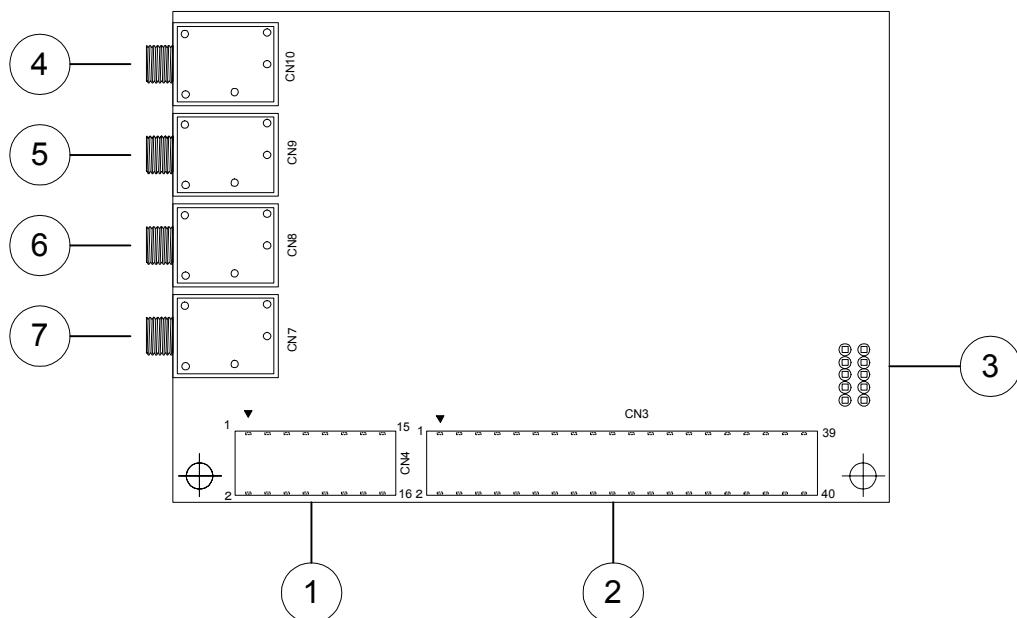

図 4.1 カメラボード・インターフェースコネクタ配置図
カメラボードが有する外部インターフェースの位置は図 4.1 のカメラボード概略図を参照してください。それぞれのピン番号と信号名の対応は 4.1.1 から 4.1.4 に記します。
①5V、Reset 信号用 (CN3 : HIF3H-16DB-2.54S) : 図 4.1 ①参照
②カメラインターフェースおよび拡張コネクタ (CN1 : HIF3H-40DB-2.54DS) : 図 4.1 ②参照
②-1 S1S65010 評価ボード (S5U1S65K01H0x00) 接続の場合
: 図 4.1 ③参照
マイク・スピーカー・ライン用のコネクタを用意 : 図 4.1 ④～⑦参照